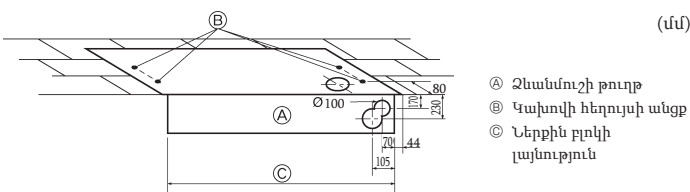

Fig. 3-3
3) Կախովի հեղույսների և խողովակների դիրքերի ընտրություն (Fig. 3-3) Տեղադրման համար տրամադրված ձևանմուշի թղթի միջոցով ընտրեք պատշաճ դիրքերը կախովի հեղույսների և խողովակների համար և նախապատրաստեք համապատասխան անցքեր: